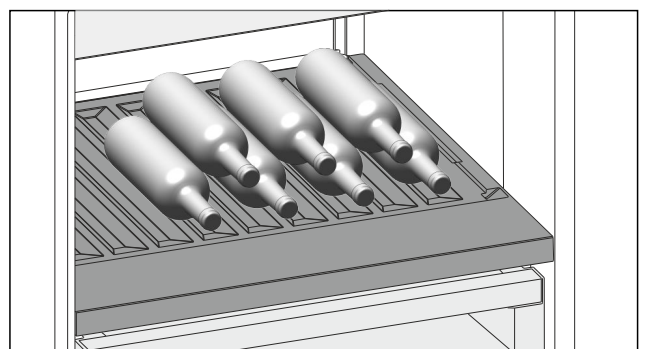

Fig. 92
- ▶ Flaschen mit dem Boden nach hinten zur Rückwand einlegen. (siehe Fig. 92)